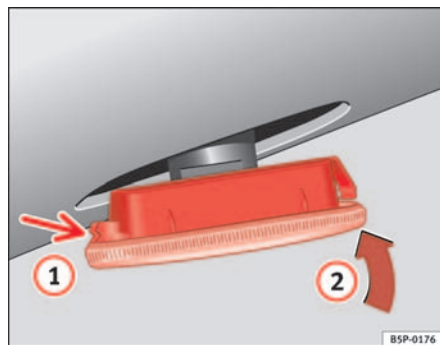

Fig. 193 Indicador de direcção lateral
- Primeiro, coloque o indicador de direcção no orifício da carroçaria, encaixando as patilhas ⇒ fig. 193, seta ①.
- Encaixe a lâmpada tal como indica a seta ② ⇒ fig. 193. ■